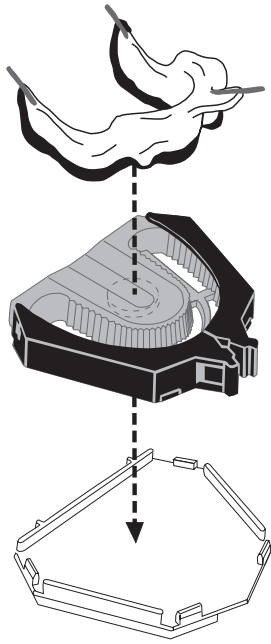

Fig. 1
5. Aligner les 3 repères du porte-empreinte sur la ligne médiane et les repères postérieurs d'Accu-Trac (Fig. 1).